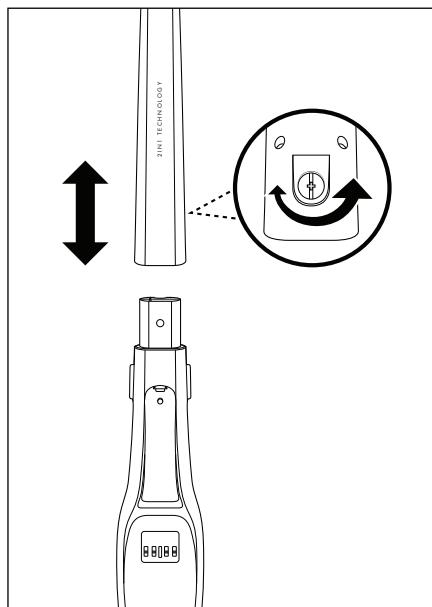

Bild 1
- 1) Lossa skruven **⑪** baktilt på skaftet **⑩** genom att vrida den motsols med en skravmejsel. Dra ut skruven **⑪** ur skravöppningen på skaftet **⑩**.
- 2) Sätt skaftet **⑩** på produktens skafthållare. Skjut skaftet **⑩** helt över skafthållaren tills det sitter fast på produkten. (Bild 1).
- 3) Sätt tillbaka skruven **⑪** i öppningen på skaftets **⑩** baksida igen. Dra åt skruven **⑪** med sols med en skravmejsel (bild 1).